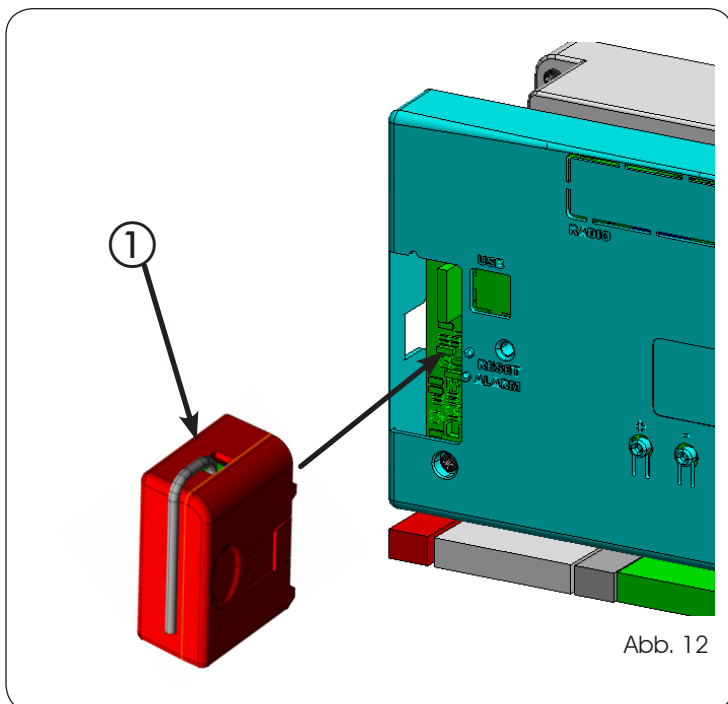

Abb. 12
Das elektronische Steuergerät ist mit einem integrierten zweikanaligen Entschlüsselungssystem (DS, SLH, LC/RC) mit der Bezeichnung OMNIDEC ausgestattet. Dieses System ermöglicht über ein zusätzliches Empfängermodul XF433 oder XF686 (Abb. 12, Bez. ①) die Einspeicherung von Funksteuerungen derselben Frequenz, aber anderer Art (DS, SLH, LC/RC). Eingespeichert werden können sowohl die vollständige Öffnung (OPEN A) als auch die der Teilöffnung (OPEN B) der Automation bis maximal 256 Kanäle.